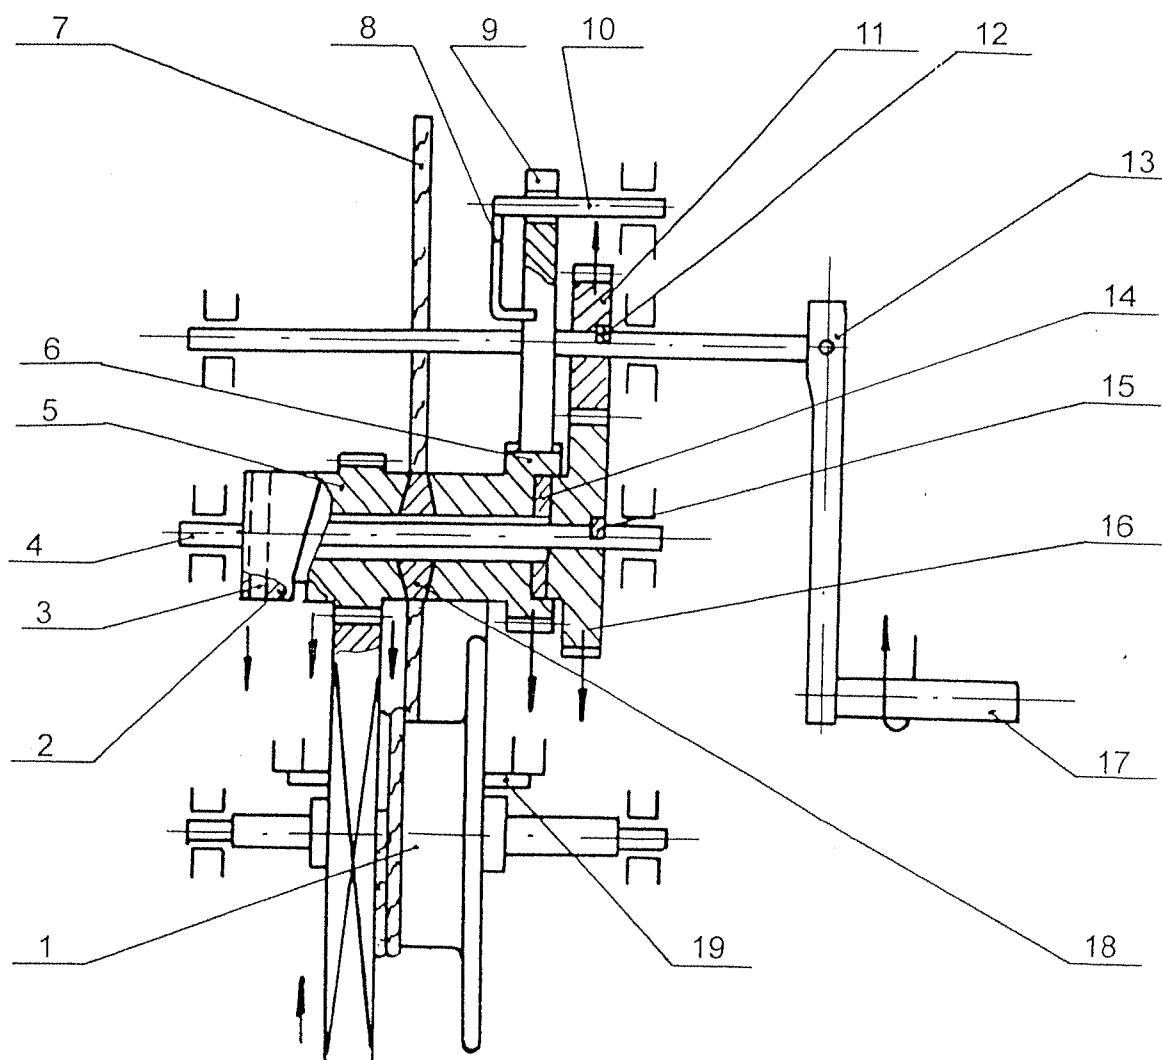
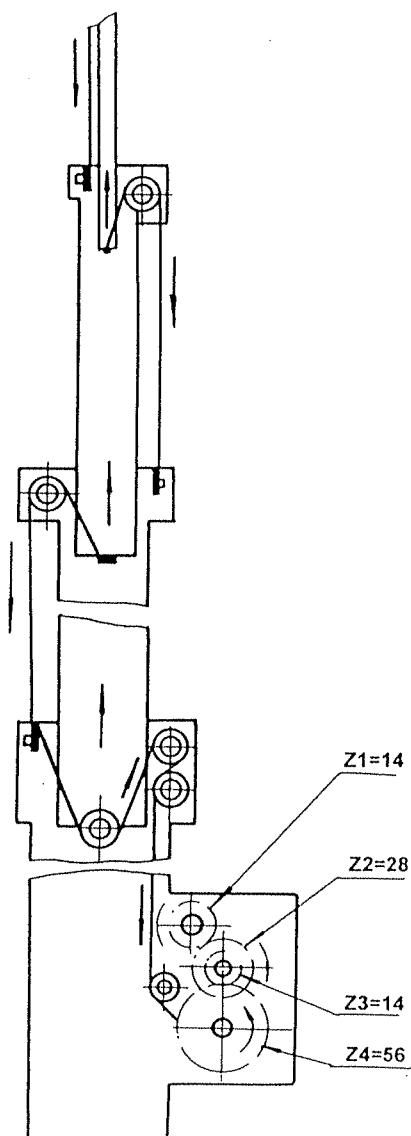
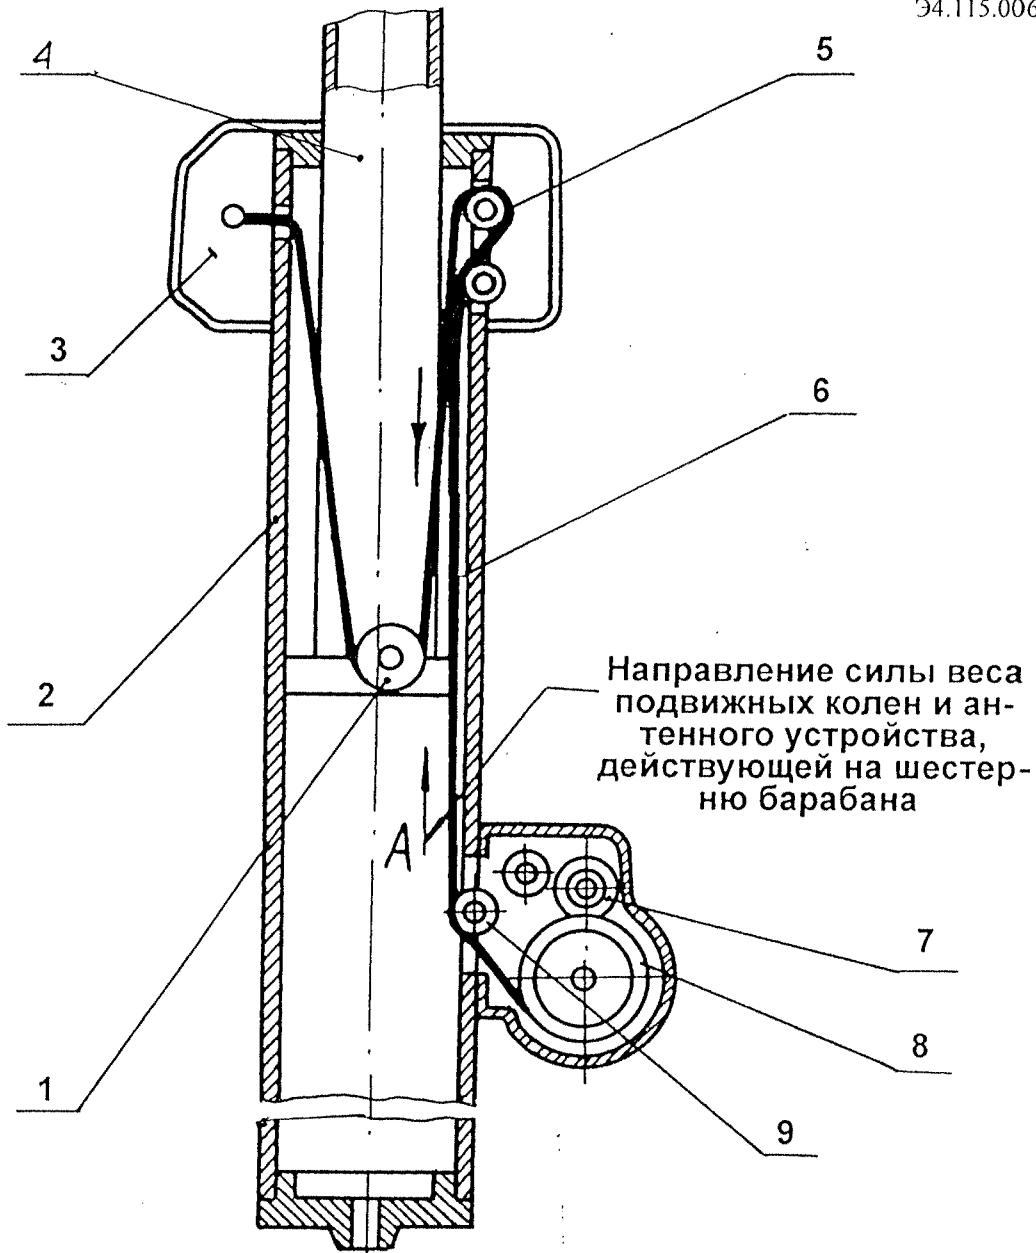
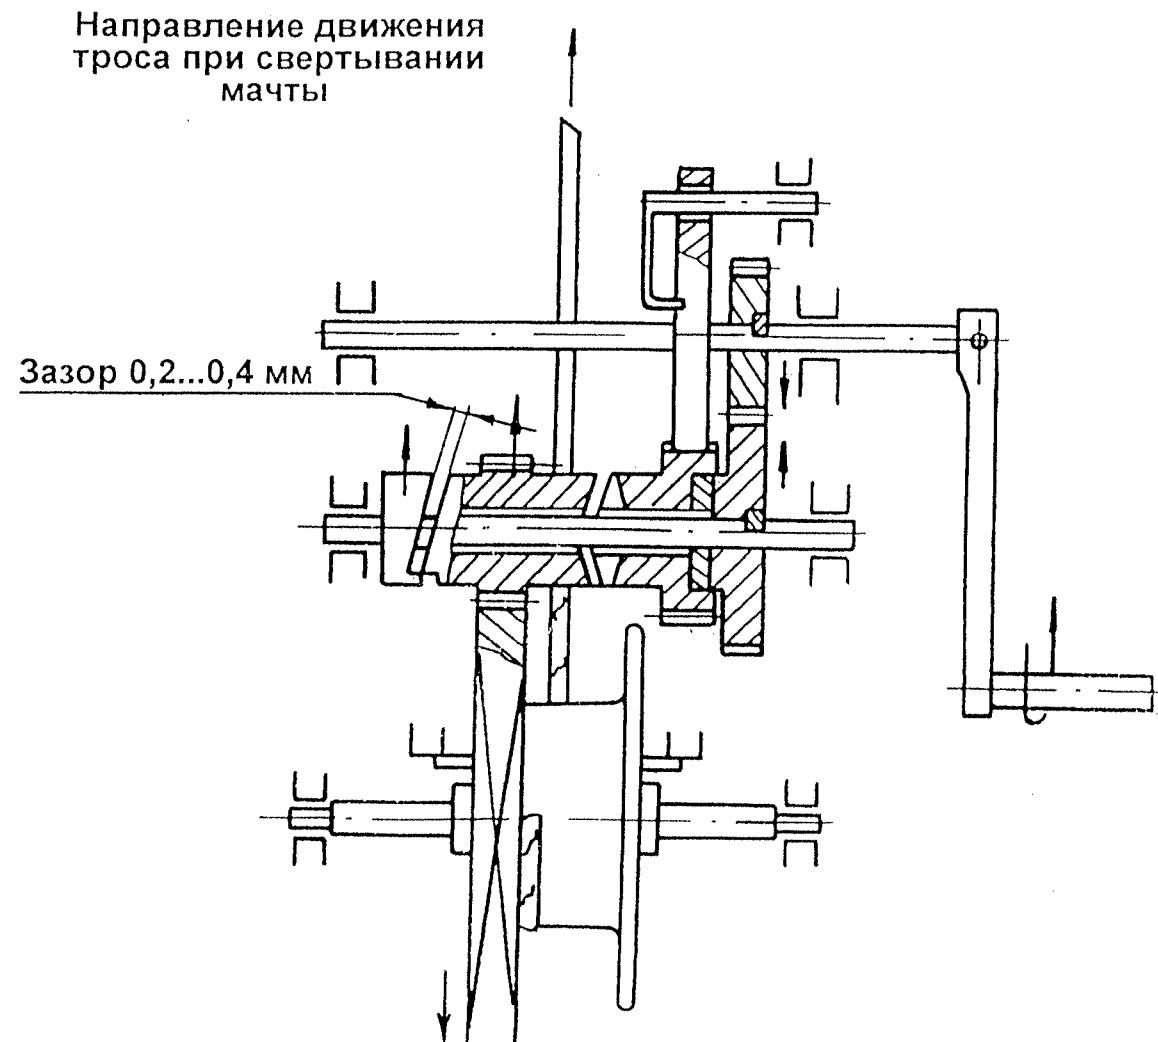

Рис.9. Схема механизма лебедки.
Рис.11. Кинематическая схема телескопической мачты.
Рис.12 Схема соединения троса второго колена с первым коленом и барабаном лебедки.
Рис.13. Схема механизма лебедки (стрелки показывают направление движения при свертывании мачты).
Механизм лебедки, схема которого приведена на рис.9, состоит из следующих основных частей:
- шестерни (см. рис. 9), которая составляет одно целое с барабаном 1, на который наматывается трос;
При развертывании мачты рукоятка 17 вращается по часовой стрелке (см. рис. 9), при этом шестерня 11 передает вращение шестерне 16 и специальному гайке 2, которая жестко закреплена на оси 4 с шестерней 16. Так как в специальной гайке на
В результате получается одновременный подъем всех кольев (рис. 11). Собачка 9 (см. рис. 9) при развертывании мачты постоянно соприкасается с зубьями храпового колеса 6, вследствие чего в механизме лебедки прослушиваются характерные щелчки.
Если при развертывании мачты прекратить вращение рукоятки, то усилие, прикладываемое к рычагу лебедки и передаваемое на шестерню 5 заменит силу, состоящая из веса поднимаемой части мачты и веса антенного устройства. Эта сила будет действовать на зубья шестерни барабана 1 по стрелке «А» (рис. 12) и не позволит шестерни 5 (см. рис. 9) выключиться из фрикционного зацепления. Так как храповое колесо 6 будет зажато, то оно не даст возможности поворачиваться фрикционному тормозу благодаря собачке 9 (см. рис. 9), которая упрется во впадину храпового колеса 6, и механизм лебедки вращаться не будет.
Если при развертывании мачты прекратить вращение рукоятки, то усилие, прикладываемое к рычагу лебедки и передаваемое на шестерню 5 заменит силу, состоящую из веса поднимаемой части мачты и веса антенного устройства. Эта сила будет действовать на зубья шестерни барабана 1 по стрелке «А» (рис. 12) и не позволит шестерни 5 (см. рис. 9) выключиться из фрикционного зацепления. Так как храповое колесо 6 будет зажато, то оно не даст возможности поворачиваться фрикционному тормозу благодаря собачке 9 (см. рис. 9), которая упрется во впадину храпового колеса 6, и механизм лебедки вращаться не будет.
При свертывании мачты рукоятка 17 (см. рис. 9) вращается против часовой стрелки, вследствие этого весь механизм вращается в сторону, противоположную указанной стрелками. Специальная гайка 2 вершиной своего винтового выступа подходит к срезу винтовой впадины на шестерне 5. Между специальной гайкой 2 и шестерней 5 создается зазор величиной 0,2...0,4 мм (рис. 13).
Так как шестерня 5 (см. рис. 9) сидит свободно на оси 4, то она передвинется влево по этой оси и фрикционное сцепление прекратится. Шестерня 5 начнет вращать шестерню с барабаном 1. С последнего будет сматываться трос. Одновременно с этим под действием собственного веса всех подвижных коленъев и антенного устройства коленья начнут входить одно в другое до тех пор, пока не сойдутся хомуты на них. После схождения хомутов вращение рукоятки прекратить. Палец 19, перемещаясь в пазу барабана 1, упирается в выступы корпуса и ограничивает вращение рукоятки при свертывании мачты. После того, как мачта будет полностью свернута, дальнейшее вращение рукоятки против часовой стрелки станет невозможным. Это устраняет возможность запутывания троса лебедки.
Если при свертывании мачты прекратить вращение рукоятки, то сила «А» (см. рис.12), действующая на трос при развертывании и свертывании мачты в одну и ту же сторону, заставит весь механизм лебедки поворачиваться в обратную сторону. Благодаря давлению зубьев шестерни барабана 1 (см. рис. 9) на зубья шестерни 5, последняя под действием винтового выступа сдвинется вправо и получится фрикционное соединение. Собачка 9, упираясь на впадину храпового колеса 6, не даст возможности поворачиваться всему фрикционному тормозу, и механизм лебедки вращаться не будет. В результате этого самостоятельного опускания мачты не произойдет.